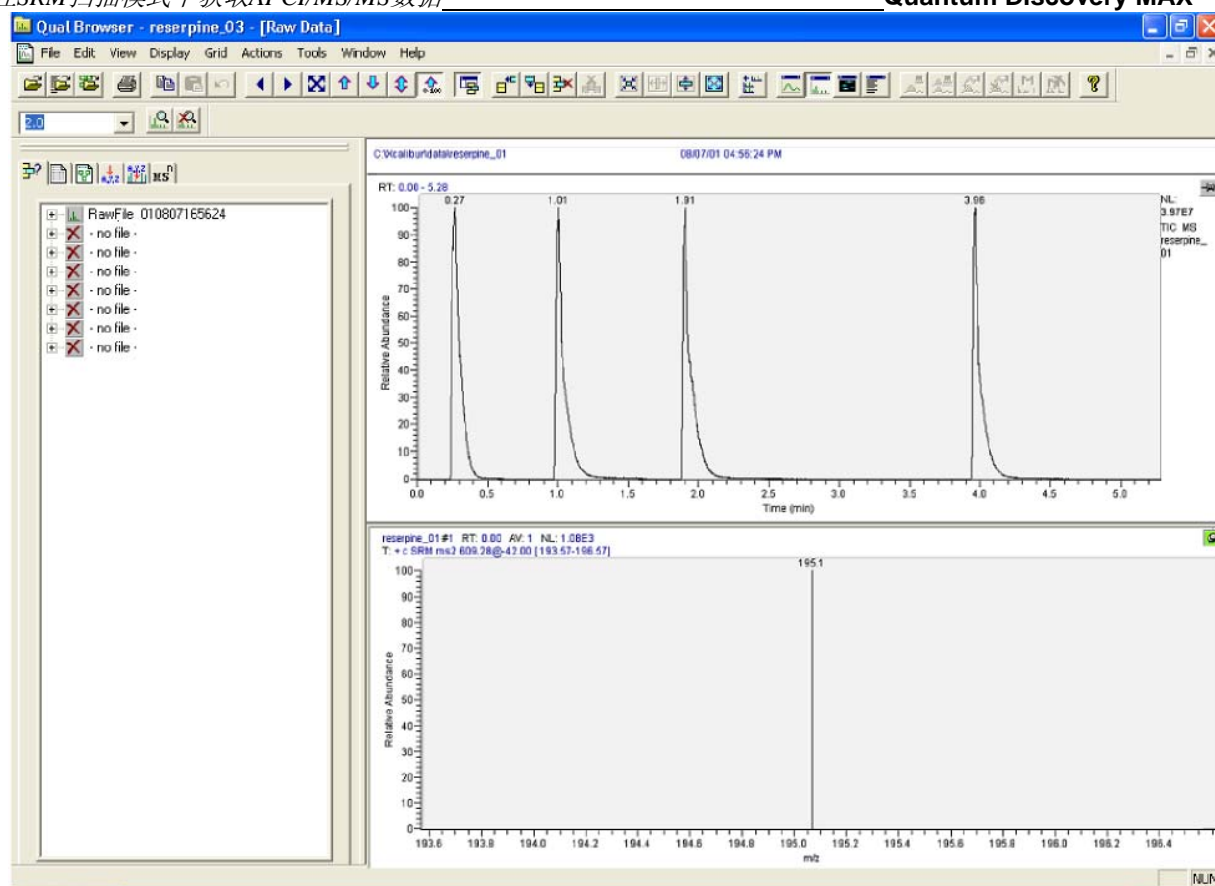

图8-9. Qual Browser窗口，图中显示用定量环注射利血平得到的色谱图（上）和 $m/z = 195.066$ 质谱图(下)
16. 要查看刚得到的原始文件中的色谱图，使用Xcalibur Qual Browser窗口，点击**View（查看）**。见图8-9。